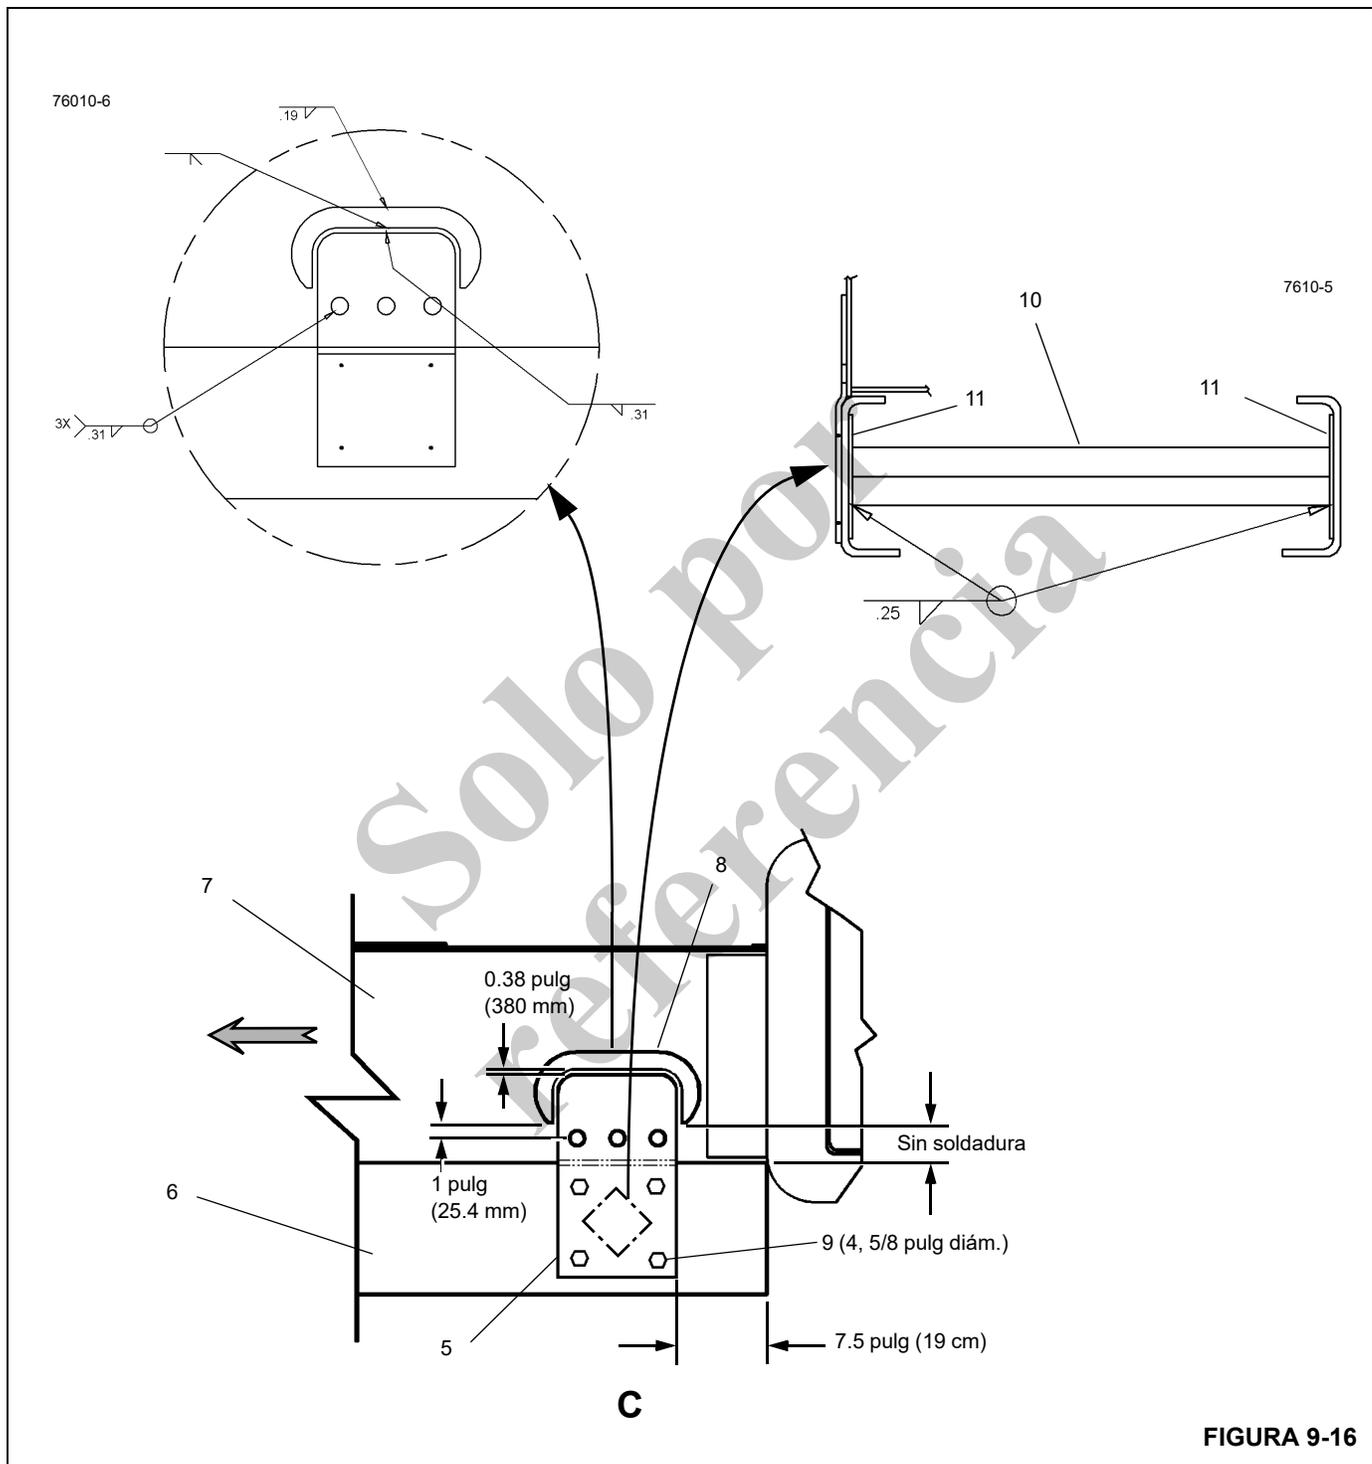

FIGURA 9-16
6. Ubique y suelde la placa de la tira trasera (5, Figura 9-16) y la placa del collar (8) al bastidor de la caja de torsión (7). Vea el detalle C, Figura 9-16, para las dimensiones de localización y los requisitos de soldadura.
7. Corte la traviesa (10, Figura 9-16) para que calce dentro del chasis del camión (6); asegúrese de incluir el ancho de las dos placas (11).
8. Suelde las dos placas terminales (11, Figura 9-16) a la traviesa (10).
9. Coloque el conjunto de traviesa soldado (paso 8) en el chasis del camión como se ilustra en la Figura 9-16, en el centro de ambas placas de tira (5) y suéldelo en el chasis del camión (6).
10. Use los agujeros para pernos existentes (9, Figura 9-16) en la placa de tira trasera (5) como una plantilla para perforar cuatro agujeros de 5/8 pulg en el chasis del camión (6) y la placa soldada de la traviesa (11).
11. Suelde completamente la traviesa soldada (10, 11, Figura 9-16) al chasis del camión (6).
12. Instale y asegure cuatro pernos de 5/8 x 2.75 (9, Figura 9-16), arandelas planas y tuercas.